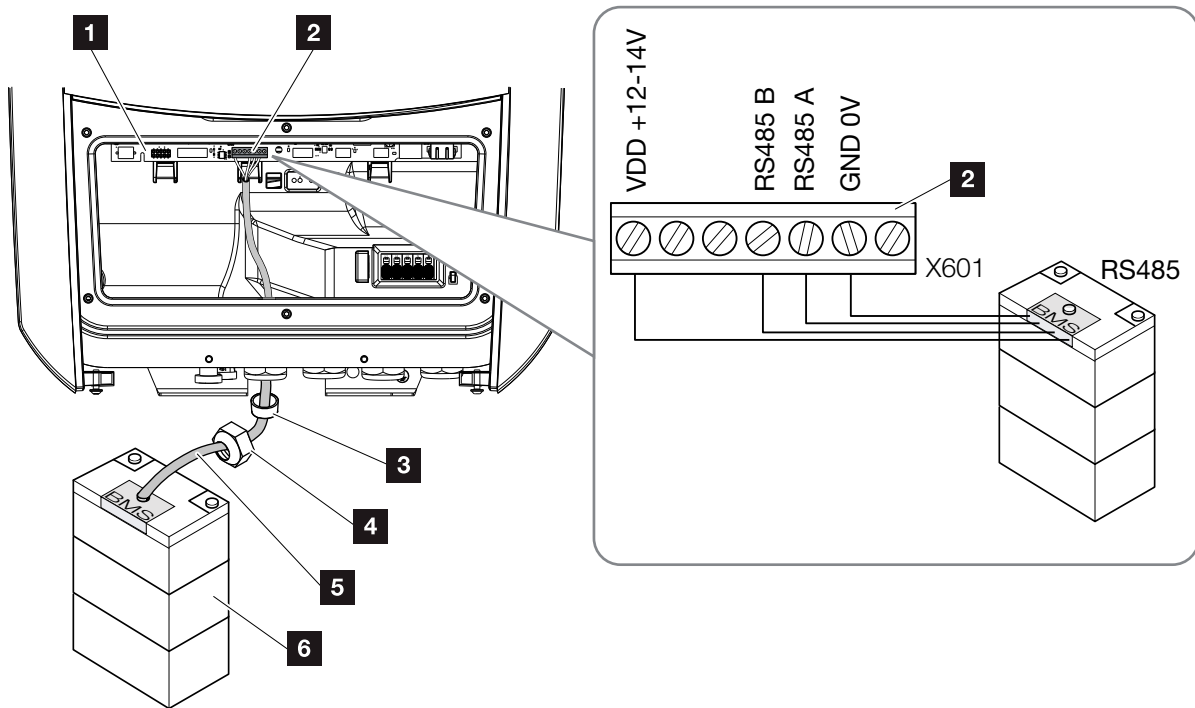

Abb. 30: Anschluss Batterie Kommunikation RS485
3. Das-Kommunikationskabel (RS485) an die Kommunikationsschnittstelle des Smart Communication Boards anschließen.  **Abb. 30 Pos. 2**